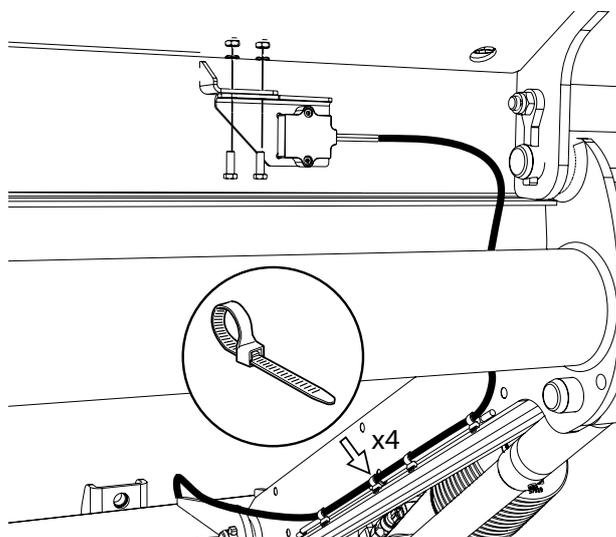

Figure 57. Montage de l'inclinomètre
1. Monter l'inclinomètre sur la plate-forme, utiliser les vis, écrous et rondelles fournis et fixer le câble avec des attaches de câble, voir Figure 57.